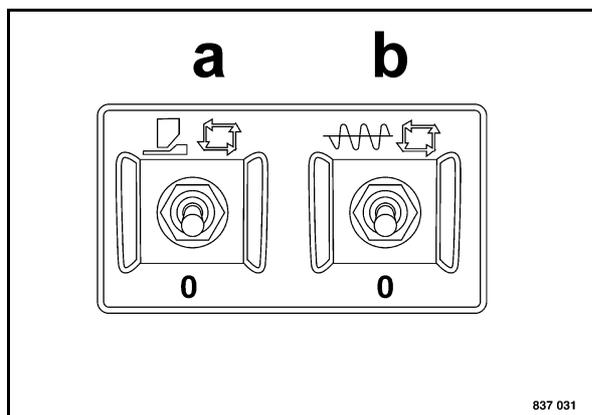

Fig. 101
- Attivare il funzionamento "Automatico" per i costipatori a (Fig. 101) e i vibratori (b)